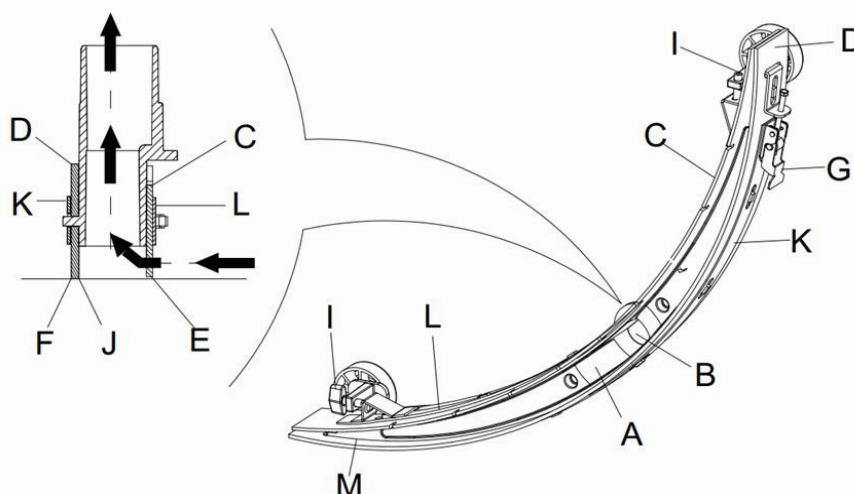

Figura 10
2. Presione el interruptor de encendido (38) en posición "O" para apagar la máquina.
3. Desenrosque el mango fijo (16) de la escobilla de goma; desmonte el conector que junta la manguera de aspiración de recuperación de la escobilla de goma y retire la escobilla.
4. Use la palanca de elevación de la escobilla (14) para levantar el bastidor de la escobilla.
5. Limpie la escobilla de goma (**Figura 10**). Limpie bien la ranura (**A, Figura 10**) la suciedad y los escombros de la manguera de aspiración. Compruebe si la lámina delantera (C) y la lámina posterior (D) permanecen intactas o si tienen grietas y bordes rotos. Reemplácelos si hace falta (refiérase a los pasos en el apartado que sigue).
1. Observando los métodos mencionados en la sección anterior, limpie la escobilla de goma (**Figura 10**).
2. Inspeccione el borde (**E, Figura 10**) en la lámina delantera de la escobilla y el borde (F) de la lámina posterior (D). A lo largo de su longitud, deben ser alineados. De lo contrario ajuste su altura conforme a los siguientes procedimientos:
- Afloje el gancho (G) para permitir que la lámina posterior de la escobilla de goma (D) quede separada del retenedor (M) para ajustar la posición de la escobilla de goma. Después de ajustar, vuelva a apretar el gancho.
- Afloje el tornillo en el mango (I) para ajustar la lámina delantera de la escobilla de goma (C); apriete el tornillo del mango después de ajustar.
3. Revise la integridad de la lámina delantera (C) y la lámina posterior (D), compruebe si hay cortaduras y fugas. Si hace falta, reemplácelos como es indicado abajo. Asegúrese de que el borde delantero (J) de la lámina posterior no esté desgastado; De lo contrario, dé vuelta a la lámina para sustituir el borde desgastado por un íntegro (el borde superior debe ser intacto). Si el borde superior también está gastado, reemplace la lámina según el siguiente procedimiento:
- Afloje el gancho (G) para permitir que la lámina de presión se separe del retenedor (M), retire la barra de ganchos (K), luego cambie o dé vuelta a la lámina posterior (D). Instale la lámina posterior de la escobilla de goma en el orden inverso del desmontaje.
- Afloje el tornillo del mango (I) y retire la barra de ganchos delantera (L), a continuación cambie la escobilla de goma delantera (C).